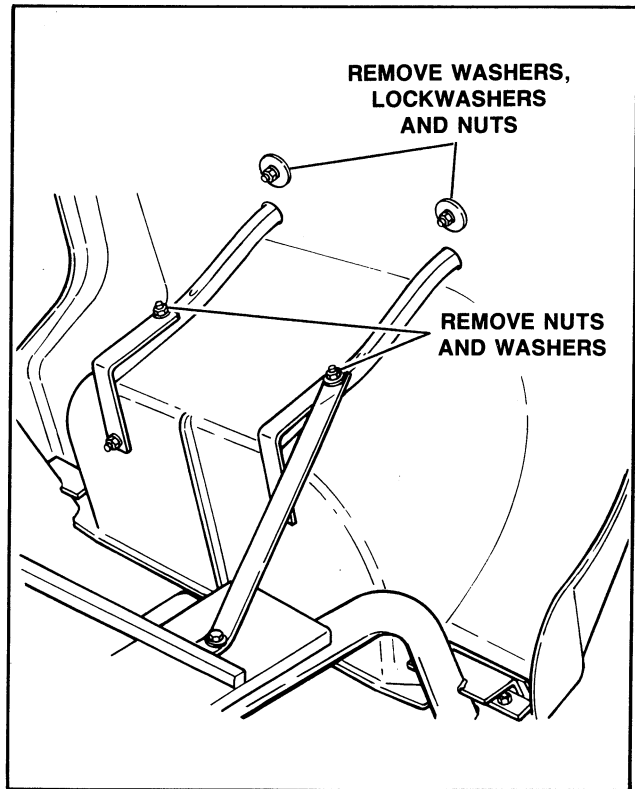

Figure 49 – Stand-Up Bag Rack
26. STAND-UP BAG RACK (Figure 49)